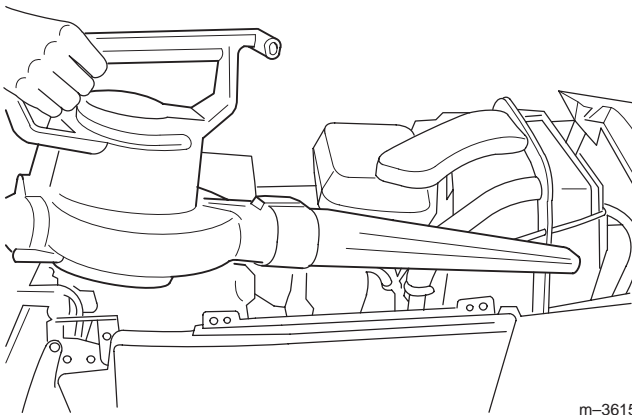

Bild 11
**WICHTIG:** Geben Sie dem Herausblasen des Schmutzes gegenüber dem Abwaschen (Bild 11) denselben den Vorzug. Halten Sie Wasser von stromführenden Teilen fern, wenn Sie es verwenden.